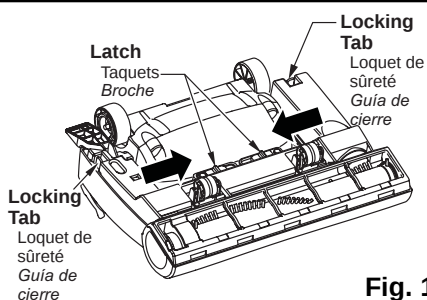

Fig. 1
- Release lower plate by pressing two (2) latches and two (2) locking tabs inward as shown. (Fig. 1)
- Libérer la plaque inférieure en appuyant sur les deux (2) taquets et les deux (2) loquets comme le montre l'illustration (Fig.1).
- *Para liberar la base inferior, apriete hacia adentro los dos (2) pestillos y las dos (2) lengüetas de cierre como se muestra (Fig 1).*